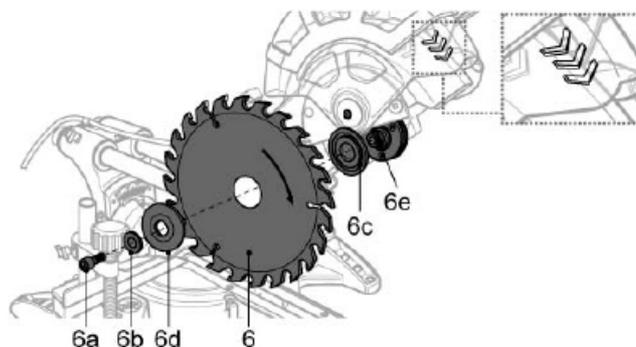

Fig. 59
- > Enlevez le boulon de la lame [6a], la flasque de serrage [6b], la rondelle extérieure [6d], la lame [6] et la rondelle intérieure [6c] (Fig. 59).